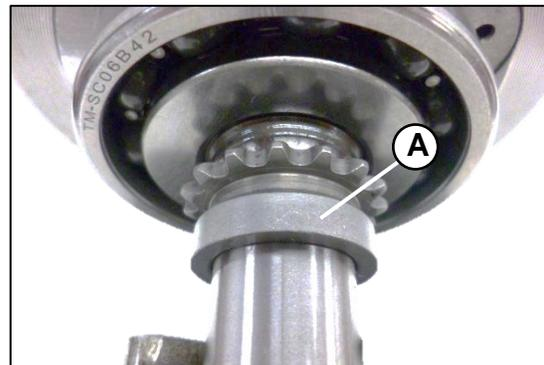

Fig. 10
Verificar el estado del Piñón del distribución (A) si encuentra algún defecto cámbielo. **Fig. 10**